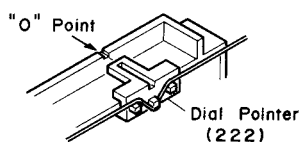
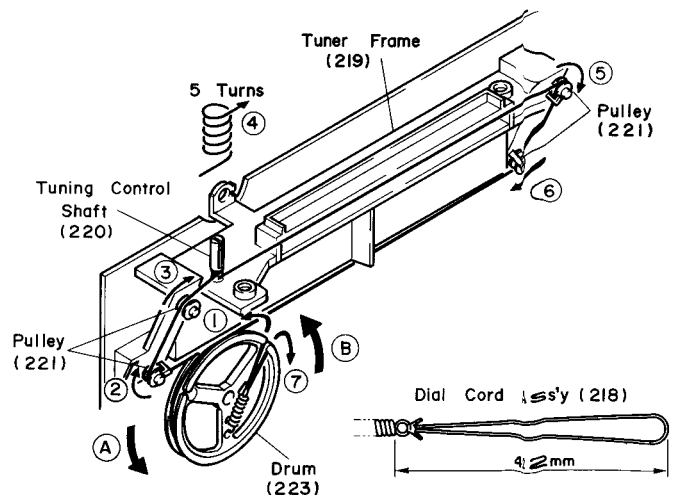

Figure 4-1
Figure 4-2
1. Turn the drum fully in the direction **A** shown in Fig. 4-2 and stretch its cord over the parts in the numerical order.
2. Then turn the tuning control shaft fully in the direction **B** shown in Fig. 4-2 and fix its pointer as shown in Fig. 4-1.
1. Die Trommel gemäß Abb. 4-2 in Richtung Ⓐ ganz drehen und dann die Schnur in der numerischen Reihenfolge über die einzelnen Teile spannen.
2. Die Abstimmreglerachse gemäß Abb. 4-2 in Richtung Ⓑ ganz drehen und dann den Zeiger gemäß Abb. 4-1 befestigen.
1. Tourner entièrement le tambour dans la direction Ⓐ indiqué dans la Fig.4-2 et mettre le fil de cordon sur les parties dans l'ordre numérique.
2. Tourner entièrement l'arbre de commande d'accord dans la direction Ⓑ dans la fig. 4-2 et fixer l'aiguille comme l'illustre la Fig.4-1.